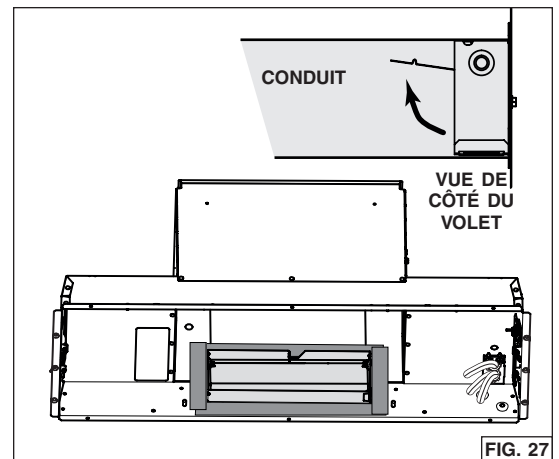

FIG. 27
5. Par l'intérieur de la hotte, glisser l'adaptateur/volet de 3¼ po x 10 po dans le conduit horizontal, puis le fixer à la hotte à l'aide de ruban adhésif de métal tout autour de celui-ci (FIG. 27). S'assurer que le volet ouvre tel qu'il est illustré dans la vue de côté du volet.